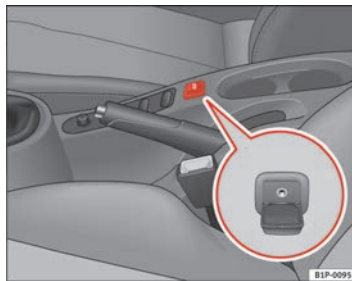

Fig. 102 Conector para a entrada auxiliar de áudio
- Levantar a tampa AUX ⇒ **fig. 102**.